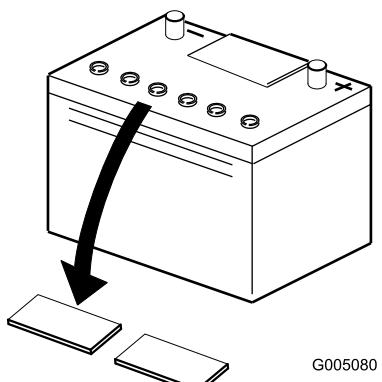

図 4
2. バッテリーの上部をきれいに拭い、キャップを取り外す（図 4）。